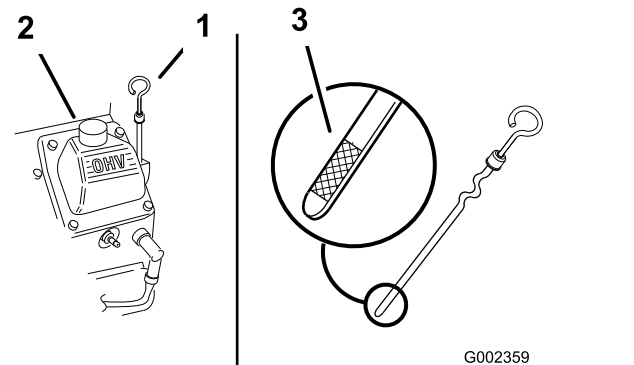

Figura 45
2. Limpe a zona em redor da vareta de óleo (Figura 45), para evitar que entre sujidade no orifício de enchimento e possíveis danos no motor.
3. Retire a vareta, limpe-a e volte a colocá-la até ser completamente introduzida (Figura 45).
O nível de óleo deve estar entre as marcas "F" Cheio e "L" Vazio na vareta (Figura 45).
5. Se o nível de óleo se encontrar abaixo da marca "L" Vazio da vareta, retire a tampa do tubo de enchimento (Figura 45) e adicione o óleo especificado até que o nível atinja a marca "F" Cheio.